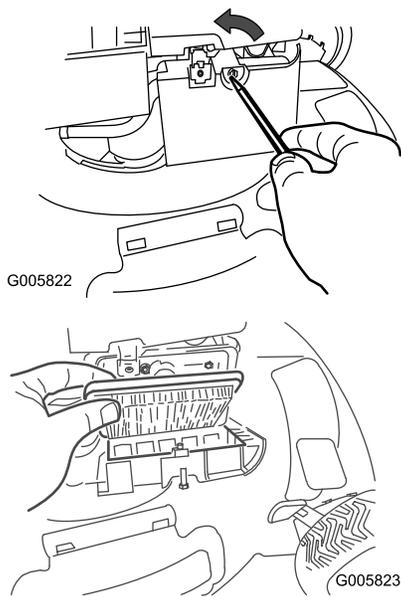

Figure 24
1. Ouvrez le couvercle du filtre à air avec un tournevis (Figure 24)
2. Remplacez le filtre à air (Figure 24).